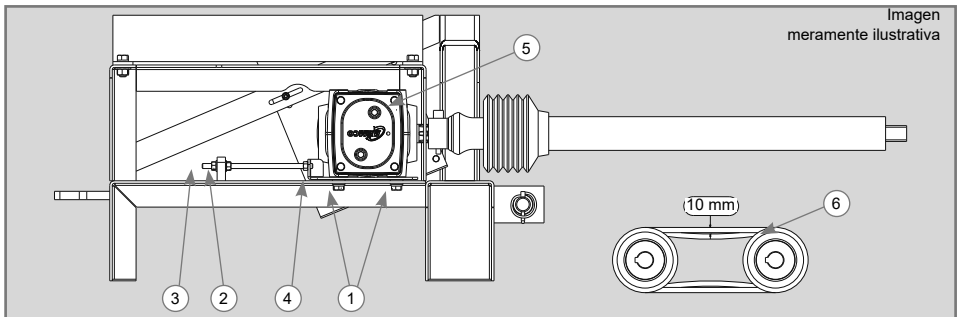

Figura 6
- ✓ Las máquinas TRAPP ya vienen de fábrica con la holgura de las correas ajustada, lo cual permite un trabajo seguro y eficaz. Sin embargo, esa holgura puede aumentar como consecuencia del tiempo de uso del equipo y debido a que las correas sufren un estiramiento en función de los trabajos realizados. Cuando esa holgura aumente, deberá realizar el ajuste para continuar garantizando el buen desempeño del equipo y la seguridad del operador. La holgura ideal de las correas (6) es de 10 mm, como se muestra en el detalle de la imagen anterior.
- ✓ Para ajustar la holgura de las correas, solo debe seguir los siguientes pasos y observar la Figura 6:
2. Después de retirar la protección de las correas, suelte los tornillos (1) que fijan la caja de cambio (5) solamente para mantener la caja un poco suelta y poder moverla hacia adelante o hacia atrás.
3. Afloje la tuerca (3) y ajústela (2) para estirar las correas, retirando la holgura excesiva de las mismas. Al aflojar la tuerca (2) y ajustarla (3) estará aumentando la holgura de las correas.